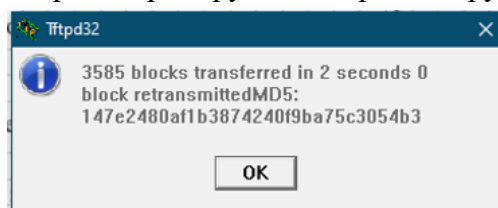

Рисунок 16 – Статус загрузки
6. Нажмите кнопку PutFile и проконтролируйте что файл загрузится успешно (Рисунок 16)